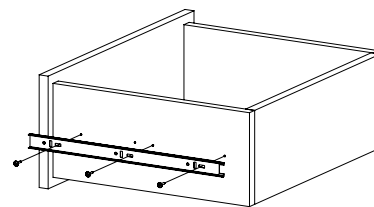

Рис.11
- Закрепить шурупами ползья направляющих на боковинах ящика 8, 9 (Рис. 11).